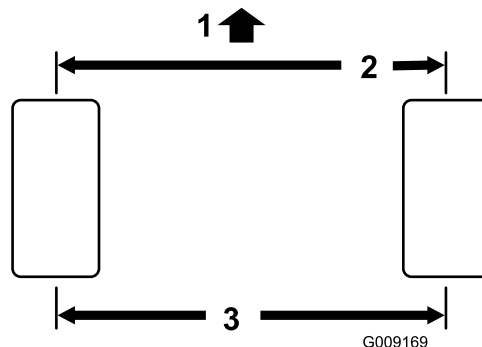

图 73
**注意** 前面测量值必须要比后面测量值短 3mm (图 73)。